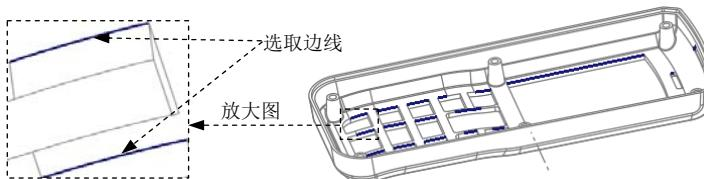

图 31.15 填补破孔
(6)填补复制曲面上的破孔。在操控板中单击 选项 按钮,在系统弹出的“选项”界面中选中^{排除曲面并填充孔} 单选项,在 填充孔/曲面 文本框中单击“单击此处添加项”字符,然后按住 Ctrl 键,分别选择图 31.15 所示的边线以及所有通孔的边线。